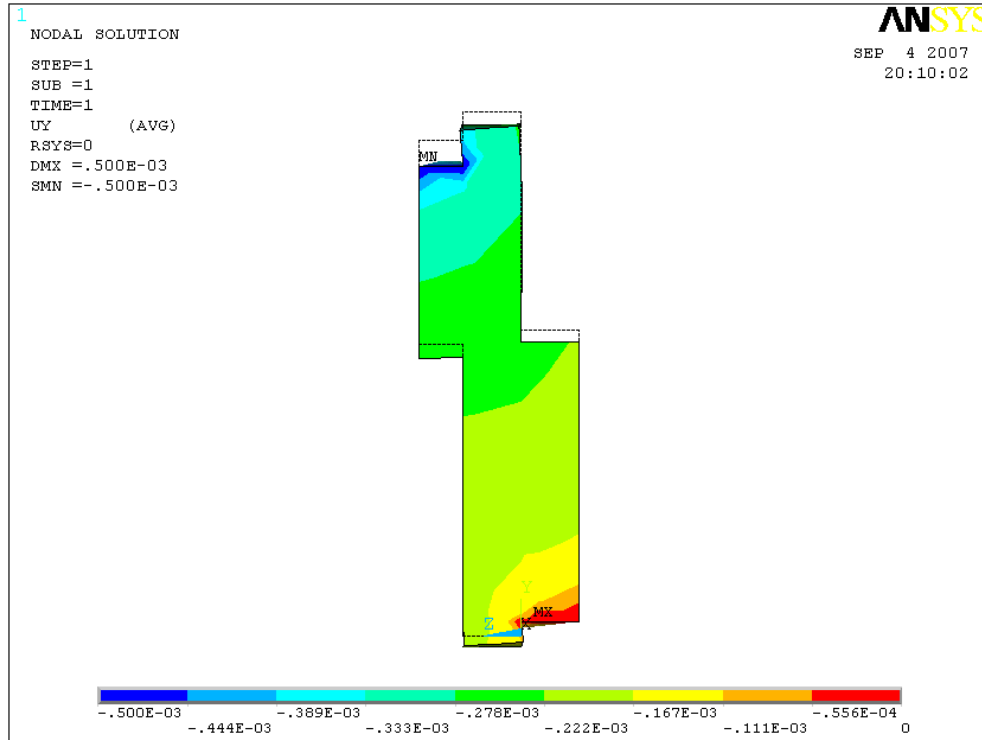

Рисунок 68. Результаты визуализации перемещений в сечении кривошипа
- Нажать кнопку **ОК** (Рисунок 68).